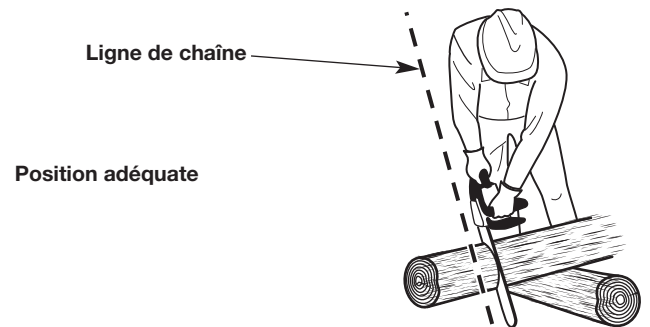
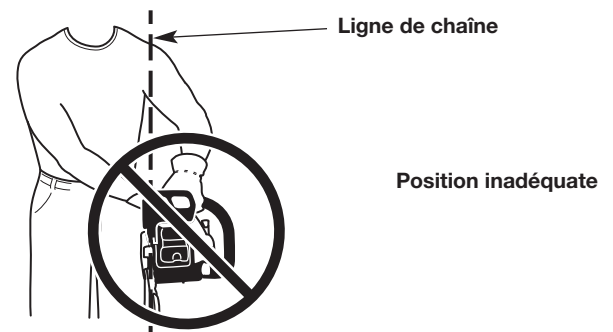

Fig. 8
Fig. 9
- Utilisez ces placements de main que l'opérateur soit gaucher ou droitier. Cela permettra de garder l'opérateur légèrement sur la gauche de l'appareil et à l'écart de la ligne directe de la tronçonneuse en cas de rebond (Fig. 8 et Fig. 9).